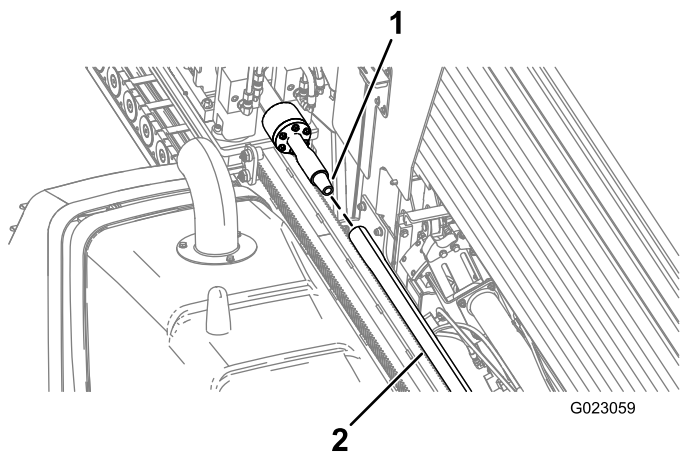

**Bild 56**
9. Drehen Sie die Bohrspindel nach rechts und fahren Sie den Bohrwagen langsam vorwärts, um die Spindel in das Rohrende mit Innengewinde einzuführen (**Bild 56**).
9. Drehen Sie die Bohrspindel nach rechts und fahren Sie den Bohrwagen langsam vorwärts, um die Spindel in das Rohrende mit Innengewinde einzuführen (Bild 56).